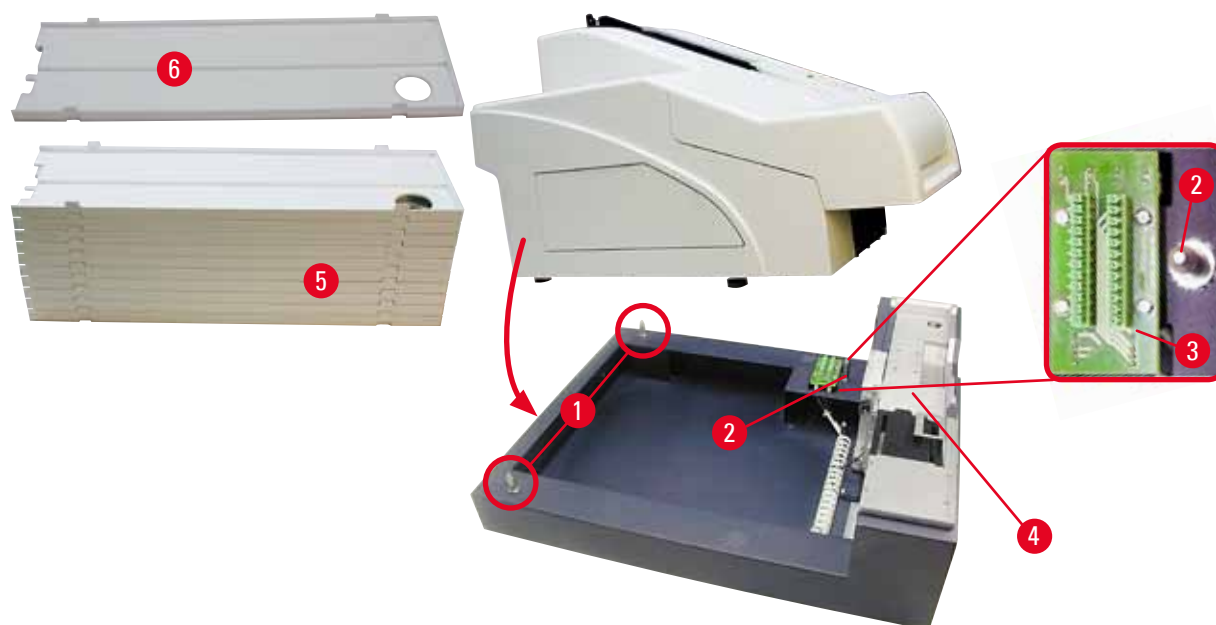

Fig. 12
3. Hold fast i begge sider af printerens (højre og venstre), og placér den, så de to bagerste bolte (→ "Fig. 12-1") passer ind i bundpladen som vist i (→ "Fig. 12").